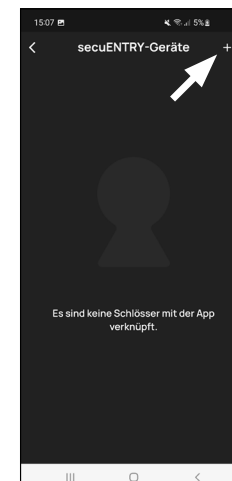

Fig. 2
- ② L'app mostra un elenco dei cilindri già registrati. Alla prima configurazione, questa finestra è vuota. Per aggiungere un nuovo cilindro, selezionare "+" nell'angolo in alto a destra (Fig. 2).